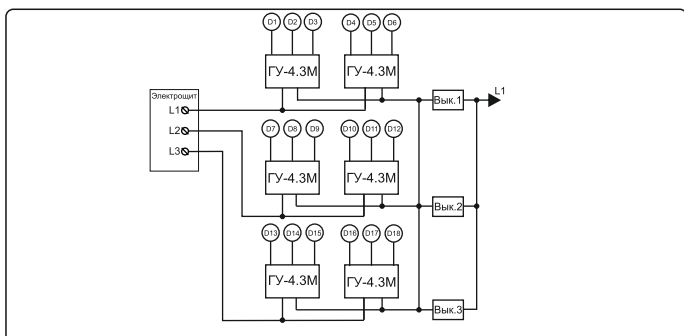

Рисунок 5 – Схема подключения ГУ-4.3М к разным «фазам» питающей сети
- Подключить образованные группы к разным «фазам» (см. рисунок 5).
Внимание! Если требуется подключить несколько выключателей, общий контакт этих выключателей следует подключить к одной и той же «фазе» питающей сети, например, к «фазе» L1 (см. рисунок 5).